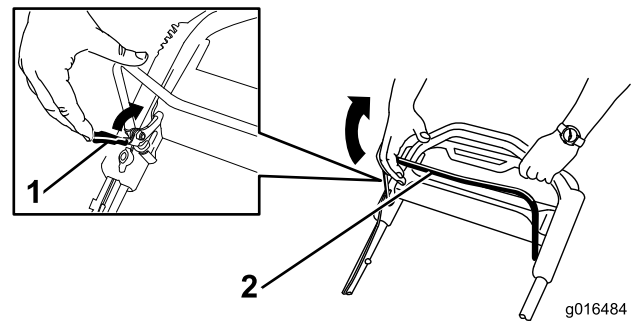

Figure 21
1. Ramenez le verrou de la barre de commande des lames vers la barre de commande des lames (Figure 21).
2. Serrez **lentement** la barre de commande des lames contre le guidon (Figure 21).